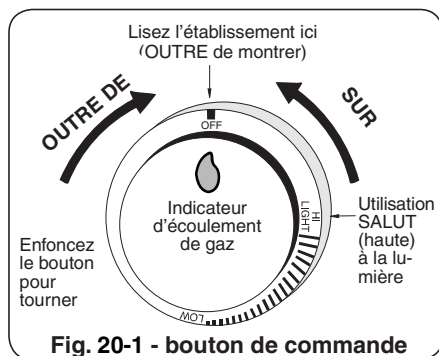

Fig. 20-1 - bouton de commande
**Pour votre convenance et sûreté ; quand le bouton de commande est dans la position de fonctionnement, l'indicateur d'écoulement de gaz changera de bleu en le rouge. (Le rouge indique l'écoulement de gaz.) Voir la Fig. 20-1.**